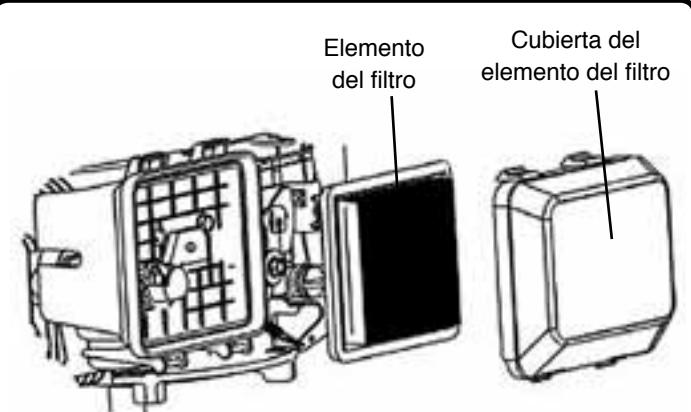

Figura 12
1. Retirar la cubierta del filtro de aire; cuidadosamente retirar el elemento del filtro. (Véase la figura 12).